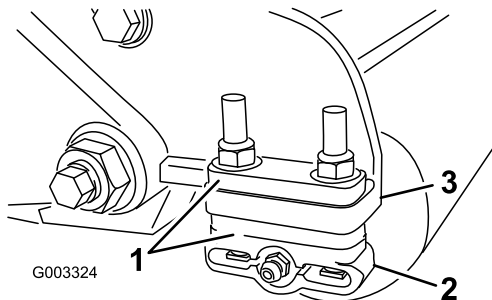

図 14
1. 希望の刈高範囲に必要な数のスペーサを刈高チャートで確認し、スペーサをサイドプレートの取り付けフランジ図 14の下に入れて、後ローラのブラケットの位置を正しくセットする図 14。